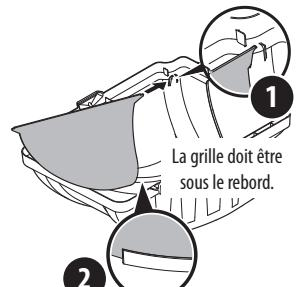

Figure 7
- Si la fenêtre du couvercle du bac récupérateur n'a pas été installée à l'usine, installez-la en insérant une extrémité dans le trou de montage correspondant (1). Enclenchez l'autre extrémité en la pliant dans le trou du couvercle opposé correspondant. Assurez-vous que la fenêtre soit placée sous le rebord du couvercle (2). Voir Figure 7.